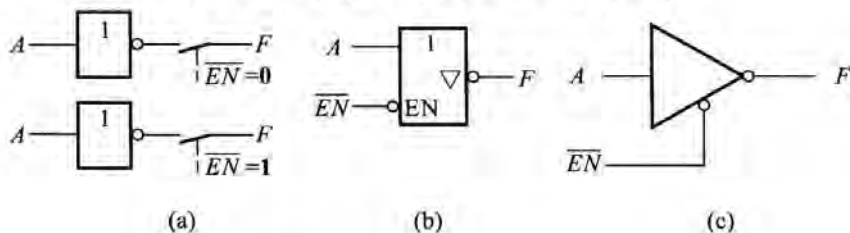

图 2.2.9 三态非门
在普通 TTL 门的基础上增加输出高阻状态,就可构成三态逻辑门。三态非门的逻辑符号如图 2.2.9 所示。
(1) 三态逻辑表达式
① 除输入 A 和输出 F 外,由图 2.2.9(b)和(c)可见,三态非门还有一个低有效的使能输入端,其逻辑表达式为